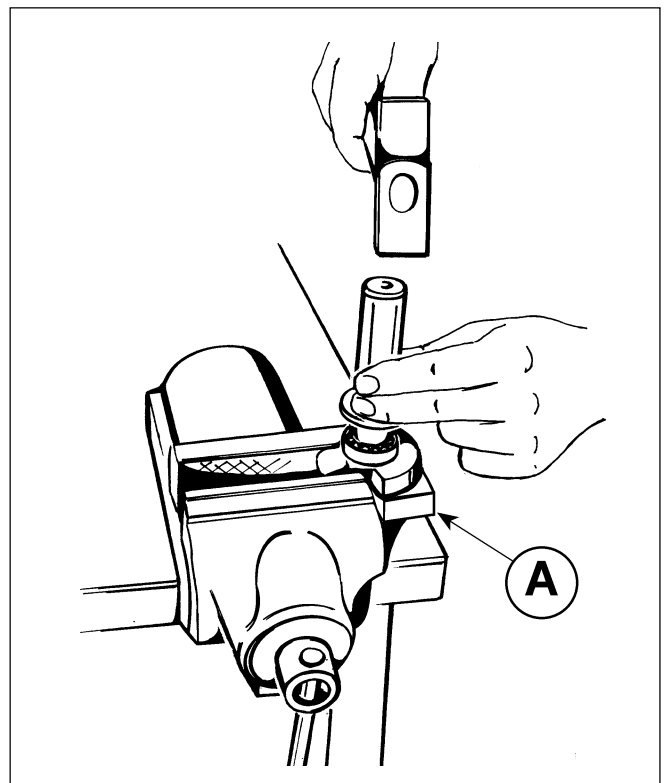

Fig. 21
**NOTA** - Soutenir les contrepoids du vilebrequin lors de la repose d'un nouveau roulement côté force (**A** - Fig. 21).